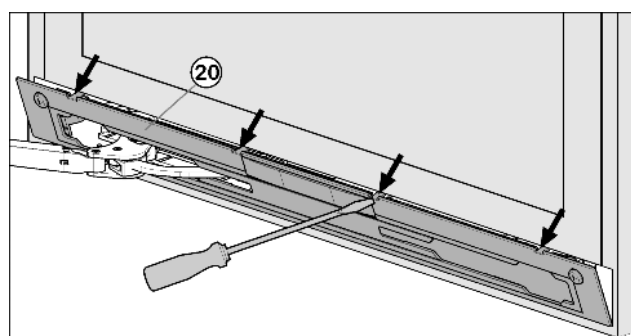

Fig. 9
- ▶ Wyczepić i zdjąć osłonę Fig. 9 (20) przy użyciu śrubokrętu.